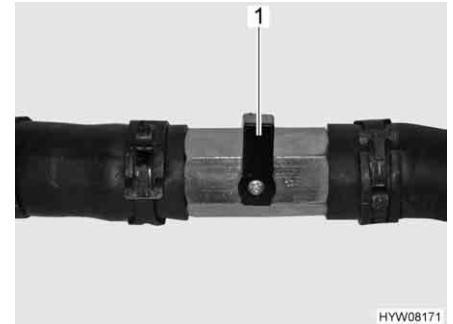

Bild 205 Avstängningsventilen stängd
- Ställ avstängningsventilens spak (Bild 205,1) vinkelrätt mot röret.